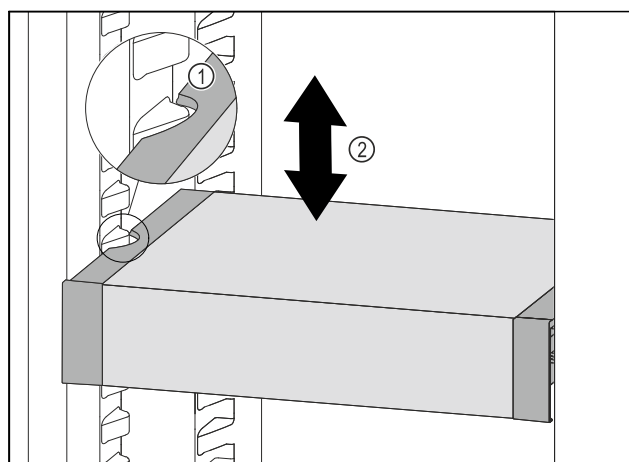

Fig. 92
- Dra VarioSafe framåt tills sidofördjupningarna på VarioSafe är i samma nivå som behållarlisterna i kyldelen. Fig. 92 (1)
- Förflytta VarioSafe uppåt eller nedåt i kyldelen tills önskad höjd har uppnåtts. Fig. 92 (2)